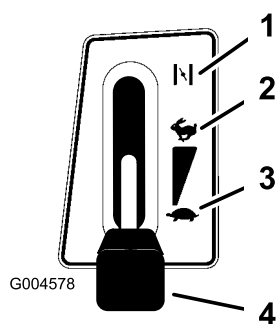

Bild 13
5. Flyt gashåndtaget til Choker (Bild 13).
- Når motoren starter, skal du langsomt flytte gashåndtaget til Hurtig (Bild 13). Hvis motoren sætter ud eller er langsom til at starte, skal du flytte gashåndtaget tilbage til indstillingen Choker i nogle få sekunder, og herefter sætte gashåndtaget til Hurtig. Gentag dette trin efter behov.
- Flyt gashåndtaget til Langsom (Bild 13).